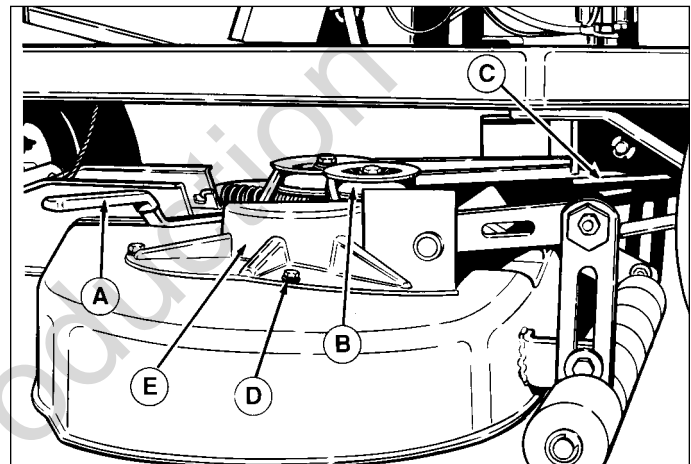

Abb. 32. Auswechseln des Mähwerkriemens - 86 cm (34")
Siehe Abb. 32.
2. Wenn das Mähwerk nicht ausgebaut wird, das Mähwerk in die niedrigste Schnittposition bringen. Den Ablenkrollenzwischenhebel (A, Abb. 32) von sich weg drücken, um die Riemen spannung zu entlasten. Den Riemen von der Ablenkrolle (B) und der Zapfwellenantriebsriemenscheibe (C) abmontieren.
5. Das Mähwerk ggf. wieder einbauen und den Riemen auf der Zapfwellenantriebsriemenscheibe (C, Abb. 32) einbauen. Den Lenkzwischenhebel drücken und den Riemen um die Ablenkrolle einbauen.